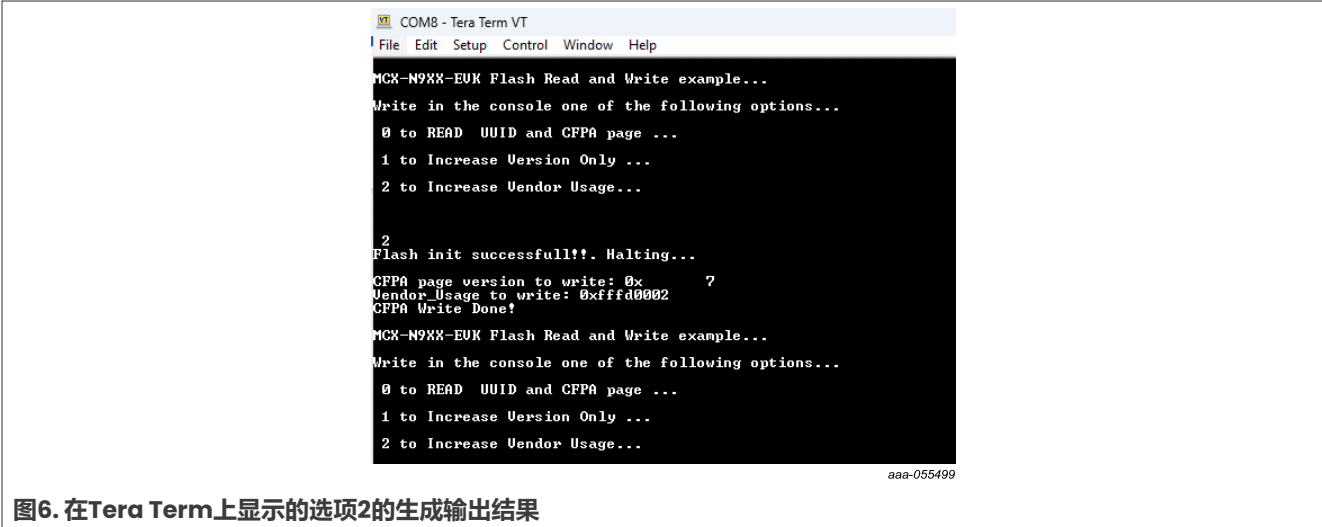

图6. 在Tera Term上显示的选项2的生成输出结果
- 3. 如果用户通过输入2选择第三个选项，则相应字段中将写入供应商使用次数页的新版本，以及更新的CFPA页版本，如图6所示。在确认信息（CFPA Write Done!）出现后，用户可以再次输入“0”，查看CFPA页的更新内容。